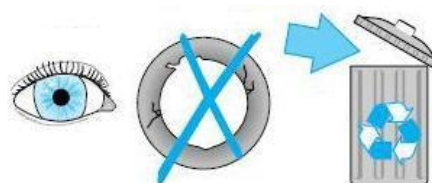

Figure 9
5. Vérifier la bague d'étanchéité n° 6960 (fig. 9) et remplacer au besoin.